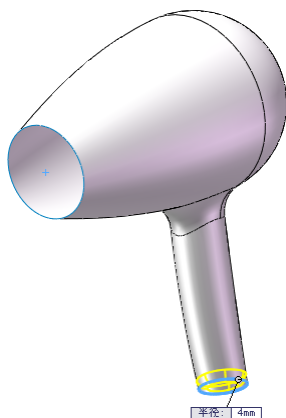
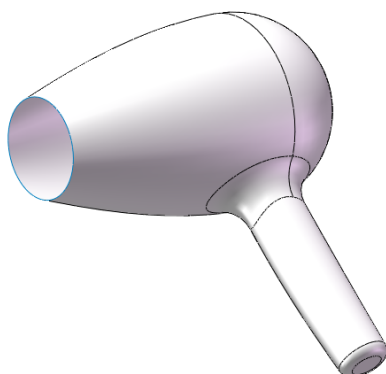

图 9-92 缝合结果
图 9-93 倒圆角结果
管理器。在视图中选择圆角后的曲面和填充曲面。单击属性管理器中的 (确定) 按钮, 结果如图 9-92 所示。
(14) 圆角处理。选择菜单栏中的“插入”→“特征”→“圆角”命令, 或者单击“特征”工具栏中的 (圆角) 按钮, 此时系统弹出“圆角”属性管理器。在属性管理器中输入圆角半径为“4”, 在视图中选择如图 9-92 所示的边线。单击属性管理器中的 (确定) 按钮, 结果如图 9-93 所示。